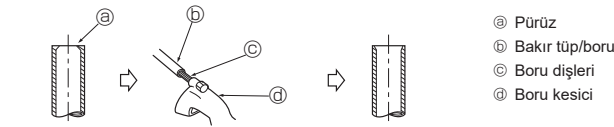

Fig. 5-3
5.3.2. Pürüzlerden arındırma (Fig. 5-3)